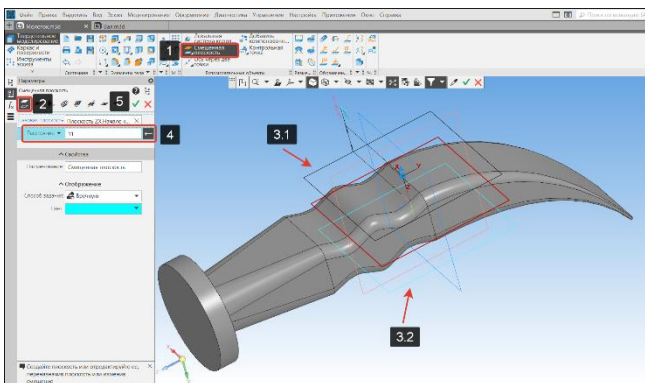
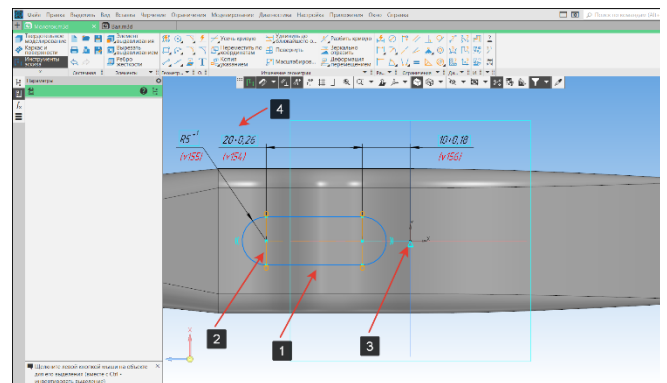
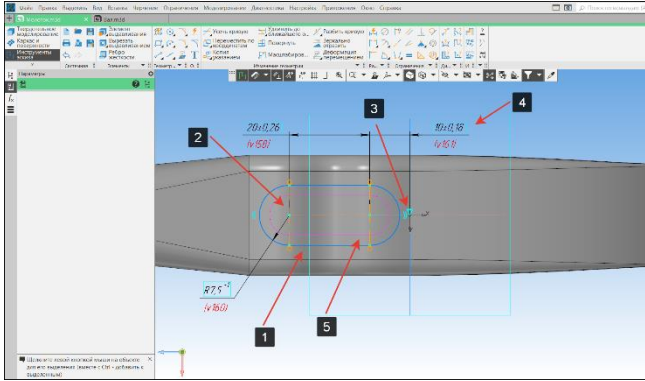

Рисунок 163 – Вспомогательные плоскости
Рисунок 164 – Эскиз паза
Рисунок 165 – Эскиз паза
- Создадим дополнительные плоскости сверху (3.1) и снизу (3.2) трехмерной модели. Для этого используем команду смещенная плоскость (1) подоперация смещенная плоскость (2) на панели вспомогательные объекты (Рисунок 163);
- В окне расстояние (4) зададим числовое значение 11 мм. В графической части модели отобразится фантом будущей плоскости. Если фантом построен верно нажмем кнопку завершить построение (5) (Рисунок 163);
- На плоскости 3.1 (Рисунок 163) создадим эскиз паза согласно чертежу «Молоток» (1). Эскиз должен быть параметризован, центра окружностей и точки отрезков должны лежать на одной прямой (2), выровнен по оси X и иметь размеры (Рисунок 164);
- На плоскости 3.2 (Рисунок 163) так же создадим эскиз (1). Эскиз должен быть параметризован (2), выровнен по оси X (3) и иметь размеры (4). Розовым цветом показан эскиз (5) на плоскости 3.1 (Рисунок 165);